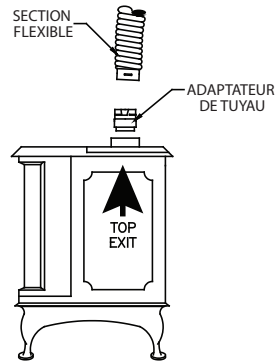

**Figure 20**
**8.** Pour le raccord au poêle, d'autres configurations que celle illustrée à la (**Figure 20**) sont possibles. Vous pourriez avoir besoin